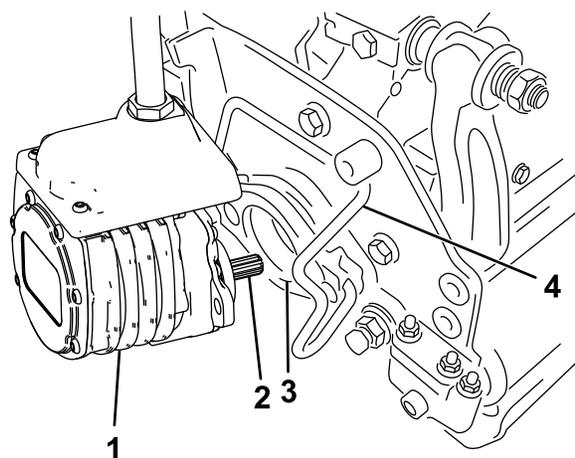

Рисунок 56
6. Нанесите на шлицевой вал электродвигателя режущего блока чистую консистентную смазку (Рисунок 56).
7. Вставьте электродвигатель в левую сторону режущего блока (если смотреть со стороны оператора) и тяните фиксатор электродвигателя на режущем блоке в сторону электродвигателя до тех пор, пока не услышите щелчок с обеих сторон электродвигателя (Рисунок 56).